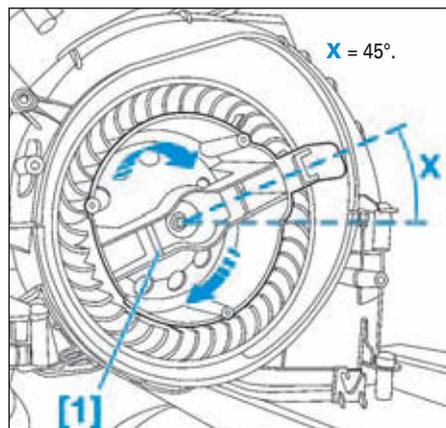

FIG.52
• Reposer la soufflante d'air d'habitacle dans son logement en orientant l'outil [1] à 45° (Fig.52).